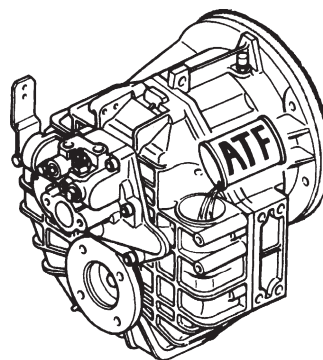

Рис. 6-7
1. Вставьте новый элемент под крышку фильтра (см. рис. 6-7а).
Рис. 6-7а